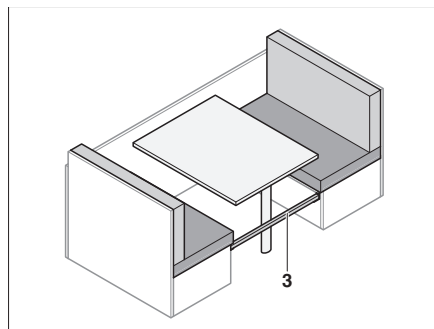

Fig. 69 Placer la plaque de renforcement
- Placer la barrette supplémentaire (Fig. 69,3) entre les banquettes.